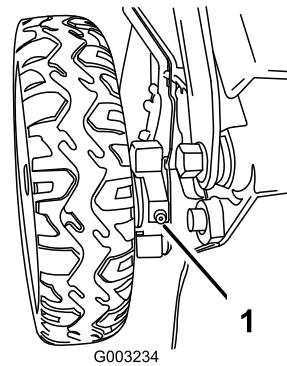

Figure 43
- Essuyez les graisseurs situés juste à l'intérieur des roues arrières avec un chiffon propre (Figure 43).